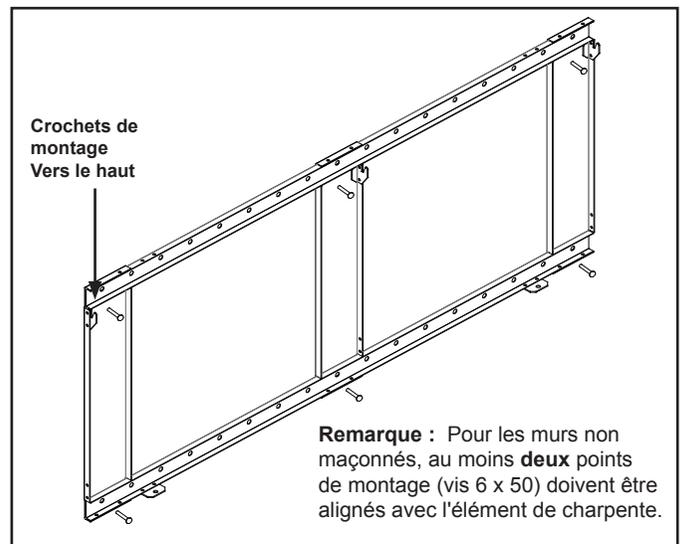
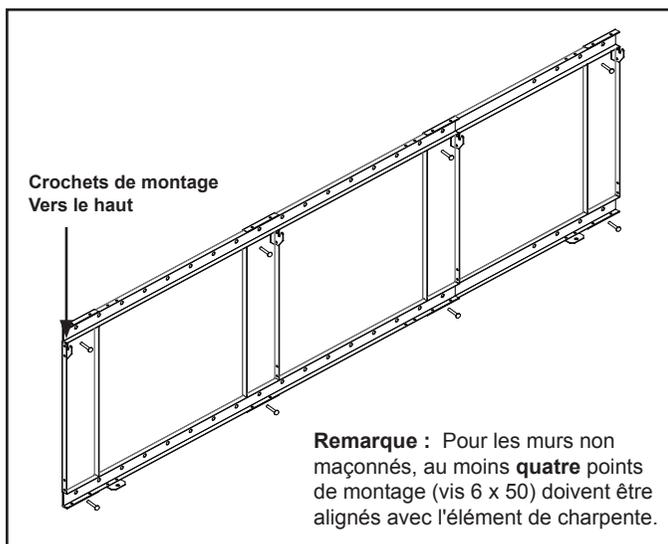
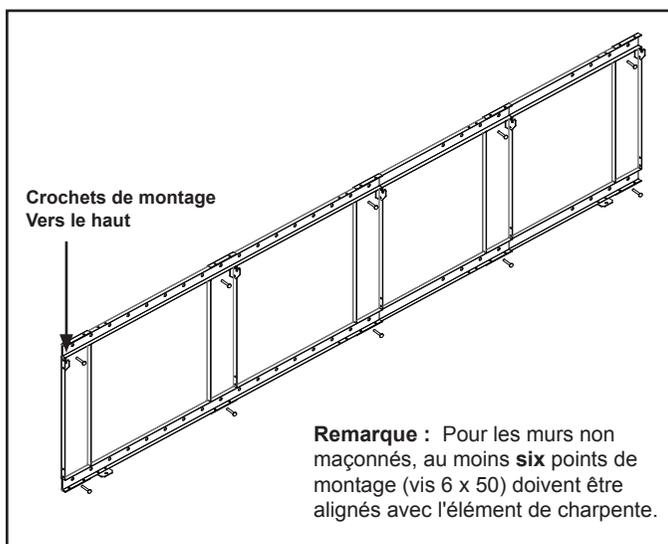

Figure 4.10 Fixation des supports (SF-WM58)
Figure 4.11 Fixation des supports (SF-WM70)
Figure 4.12 Fixation du support (SF-WM94)
- Orientez le support afin que les crochets de fixation pointent vers le haut, tel qu'illustré aux figures 4.10 et 4.13.
- Orientez le support afin que les crochets de fixation pointent vers le haut, tel qu'illustré aux figures 4.11 et 4.13.
- Orientez le support afin que les crochets de fixation pointent vers le haut, tel qu'illustré aux figures 4.12 et 4.13.
- Avec les crochets de montage pointés vers le haut, fixez le support aux ancrages de maçonnerie avec des vis 6 x 50. Voir la figure 4.10 (SF-WM58), la figure 4.11 (SF-WM70) ou la figure 4.12 (SF-WM94).